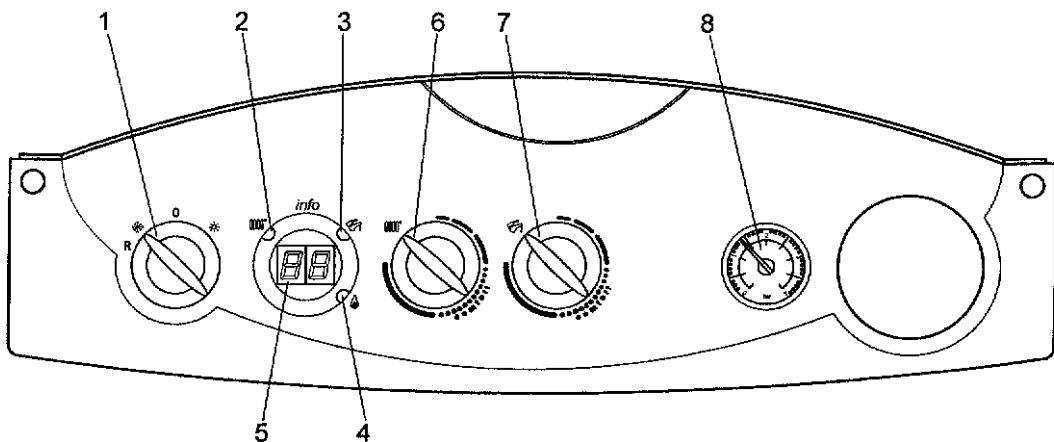
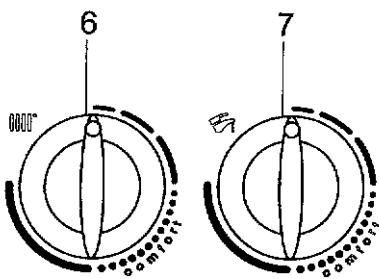
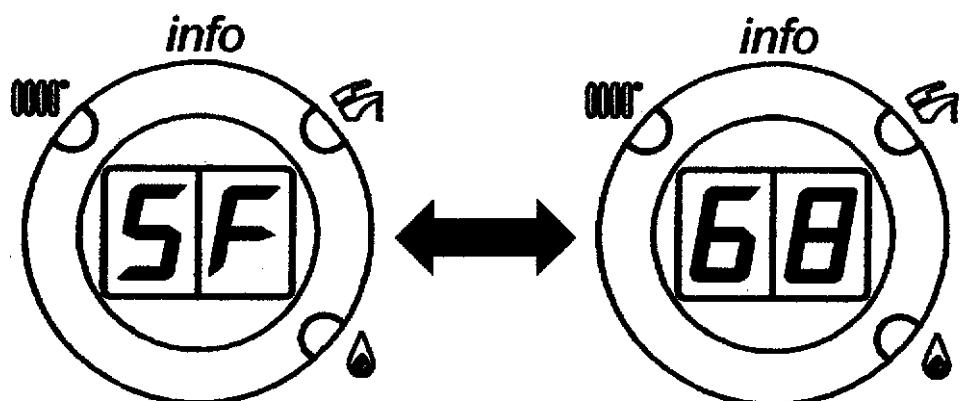

Fig. 26
Fig. 28A
Fig. 29
To permit the boiler to handle requests from individual zones, turn the Summer/Winter selector (1 - figure 26) on the boiler's front panel to Winter (★) position.
Set the desired temperature with knob 6, figure 26, directly on the boiler control panel.
Pour le fonctionnement de la chaudière, en cas de demande séparée de la part des différentes zones, il est nécessaire de mettre le sélecteur Été/Hiver (1 - figure 26) qui se trouve sur le panneau de commande de la chaudière sur la position Hiver (★).
Choisir la température de chauffage directement sur le panneau de commande de la chaudière en tournant le bouton 6, figure 26.
Use the central heating temperature control knob (6 - figure 26) on the boiler's control panel to set central heating output temperature to the various zones.
Programmer la température de refoulement prévue pour chaque zone en utilisant le bouton de réglage de la température du circuit de chauffage qui se trouve sur le panneau de commande de la chaudière (6 - figure 26).
5.4 INITIAL LIGHTING - Refer to Fig. 26
5.4 PREMIER ALLUMAGE - Référez-vous à la Fig. 26
- 1) Turn the control knobs 6 and 7 (figure 26) fully counter-clockwise to their minimum positions as shown in figure 28A.
Note: LEDs 2 and 3 (figure 26) flash alternately and the display alternates the message "SF" and the boiler output temperature about every five seconds (figure 29).
- 4) Calibration mode remains active for 20 minutes. To exit "calibration mode" before this time simply turn control knob 7 (figure 26).
- 1) tourner les boutons 6 et 7 (figure 26) dans le sens inverse des aiguilles d'une montre en les mettant sur la valeur minimum, comme le montre la figure 28A;
Remarque : les Led 2 et 3 (figure 26) clignotent une après l'autre et l'afficheur visualise le message "SF" qui s'alterne, par intervalles de 5 secondes, à la valeur de température de départ de la chaudière (figure 29).
- 4) Cette fonction reste disponible pendant 20 minutes. Il est possible de l'interrompre à l'avance en tournant le bouton 7 (figure 26).